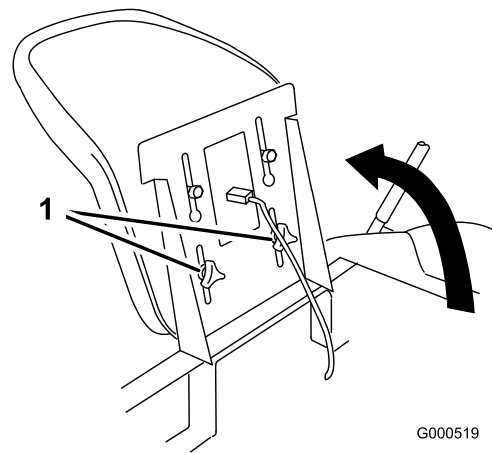

Figure 21
1. Soulevez le siège et desserrez les boutons de réglage jusqu'à ce que vous puissiez déplacer le siège (Figure 21).